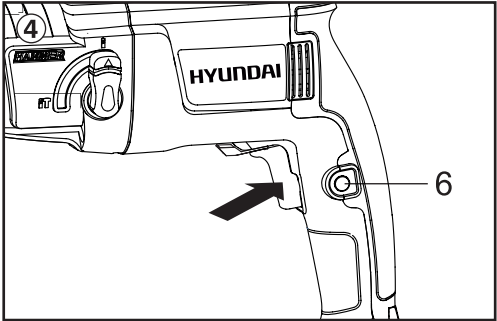

рис. 4
**Работа двухпозиционным переключателем (См. рис. 4)**
- Для работы нажмите на двухпозиционный переключатель (5), отожмите переключатель для останова.